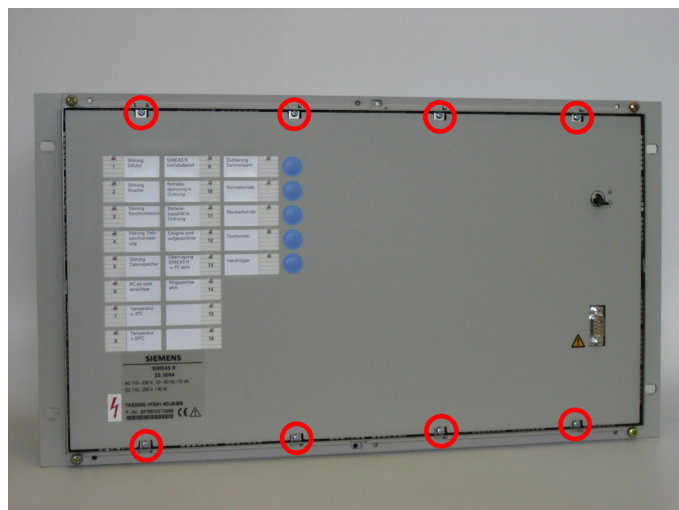

Bild 3-3 Frontplatte lösen
- Entfernen Sie die Schrauben am oberen Rand der Frontplatte. Die Schrauben am unteren Rand brauchen nur so weit gelöst zu werden, dass sich die Frontplatte leicht entfernen lässt (siehe Bild 3-3).